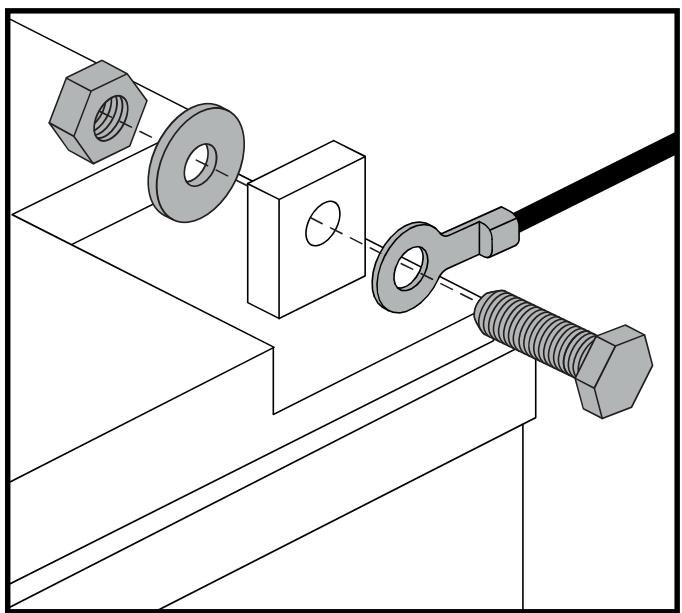

Figura 15. Bulloneria terminale batteria -
4. Scollegare i cavi delle batterie dai terminali portando indietro gli involucri dei terminali e svitando il dado dal bullone. Vedere figura 15 e 16.